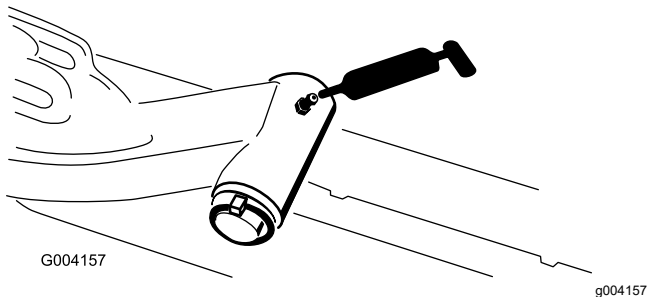

Figura 32
- Eje pivotante del brazo de elevación (1 en cada) – Figura 32